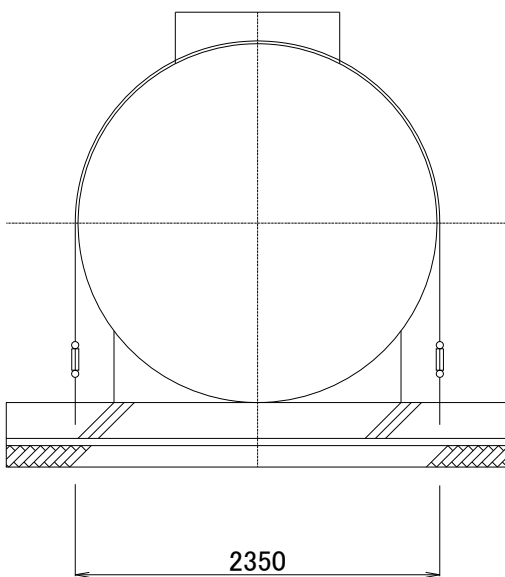
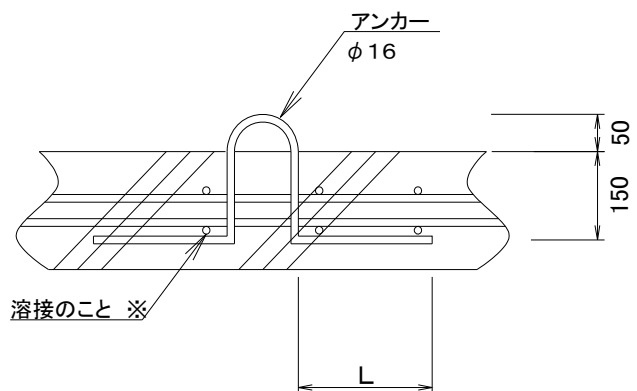

図2
図3
③ ベースコンクリートが、200mm厚に仕上がる様に配筋します。
④ 固定アンカーは、コンクリートの上面から50mm頭を出します。(図2・図3参照)
⑤ 配筋後、規定寸法までベースコンクリートを200mmで打設します。コンクリート強度 $2.1\text{KN}/\text{cm}^2$ 以上のものを用いてください。
⑥ コンクリートの上面は木ゴテで押さえ、平滑に仕上げてください。
⑦ コンクリート打設後、適切な養生を行ってください。